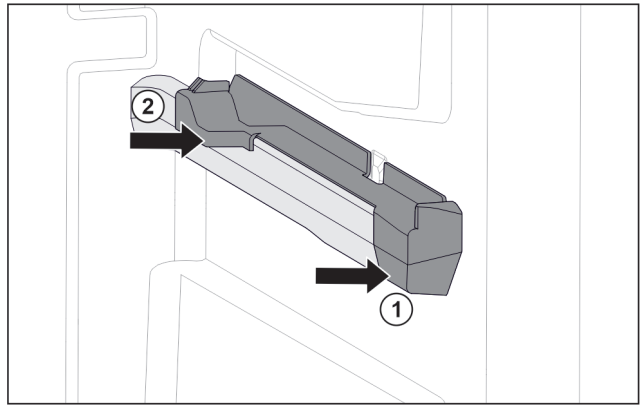

Fig. 72 Insteekeslement op rechter containerrib
- ▶ Insteekeslement voor tegen containerrib plaatsen. Fig. 72 (1)
- ▶ Insteekeslement achter aandrukken. Fig. 72 (2)